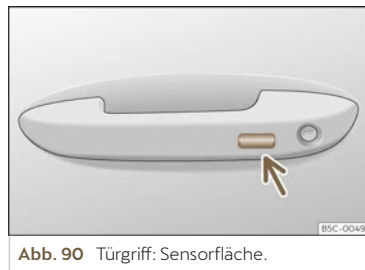

Abb. 90 Türgriff: Sensorfläche.
- ODER:** mit dem Keyless Access-System (nur Schließen): Finger einige Sekunden auf der Sensorfläche zur Verriegelung >>> (Abb. 90) (Pfeil) im Türgriff halten, um die Fenster und das Schiebedach zu schließen. Sobald Sie die Sensorfläche nicht mehr berühren, wird die Schließfunktion unterbrochen.
Halten Sie einige Sekunden lang einen Finger über die Sensorfläche zur Verriegelung >>> (Abb. 90) (Pfeil) am Türgriff, damit das Dach geschlossen wird. Sobald Sie die Sensorfläche nicht mehr berühren, wird die Schließfunktion unterbrochen.